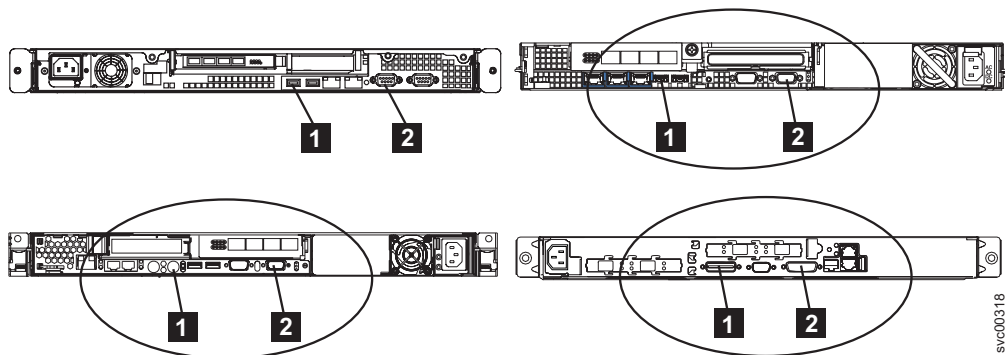
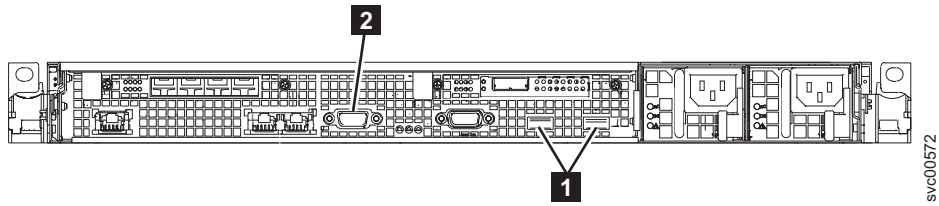

図 108. SAN ボリューム・コントローラー・モデル 2145-8A4、2145-8G4、および 2145-8F4 または 2145-8F2 のキーボード・ポートおよびモニター・ポート
図 109. SAN ボリューム・コントローラー 2145-CF8 のキーボード・ポートとモニター・ポート
- b. キーボード **1** とディスプレイ **2** を接続します。図 108 は、キーボード・ポートとモニター・ポートの位置を示しています。500 ページの図 109 は、2145-CF8 のキーボード・ポートとモニター・ポートの位置を示しています。